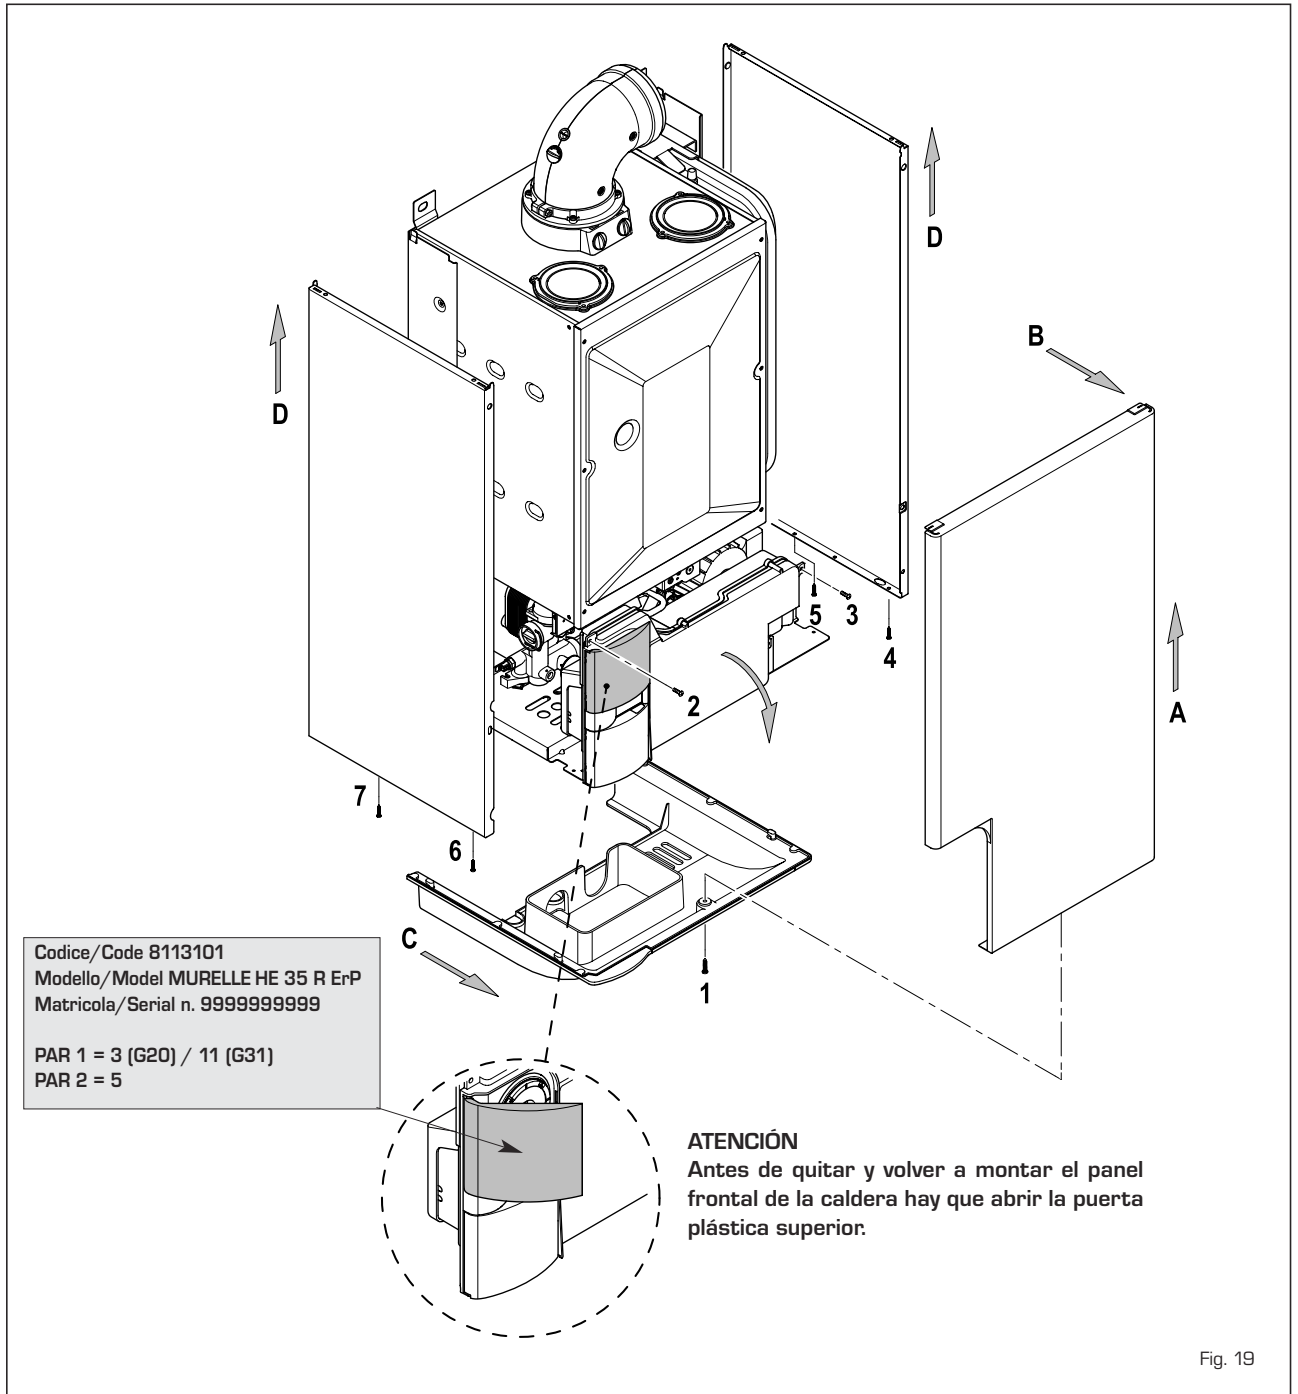

Fig. 19
4.4 DESMONTAJE DE LA ENVOLVENTE (fig. 19)
Para un fácil mantenimiento de la caldera es posible desmontar completamente el blindaje como se indica en fig. 19.